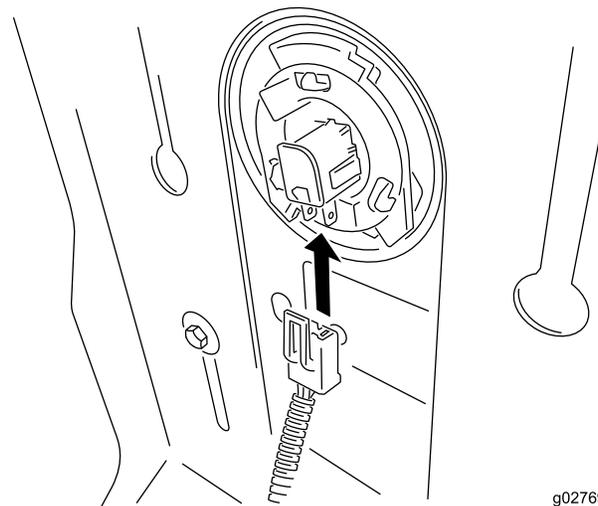

Bild 3
5. Schließen Sie den Sitzschalter an (Bild 3).